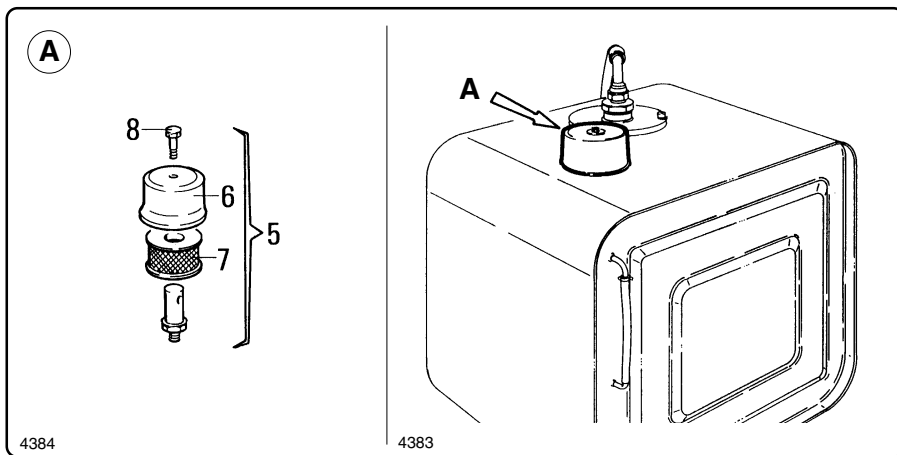

fig. 8.5.1
8.5 - Sostituzione filtro tappo di sfiato serbatoio (fig. 8.5.1)
8.5 - Replace the filter of the tank exhaust plug (fig. 8.5.1)
Quando si sostituiscono le cartucce filtranti dell'olio idraulico è bene sostituire anche la cartuccia filtrante "7" contenuta nel tappo di sfiato "5" (fig. 8.5.1) ubicato nel serbatoio.